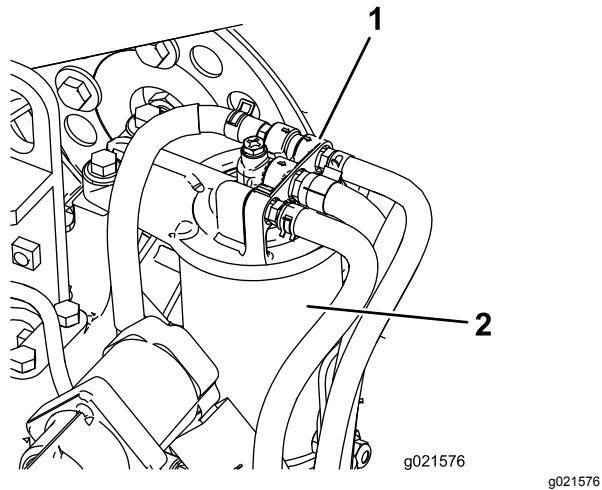

Figura 72
1. Limpie la zona alrededor de la cabeza del filtro de combustible (Figura 72).
2. Retire el filtro y limpie la superficie de montaje de la cabeza del filtro (Figura 72).